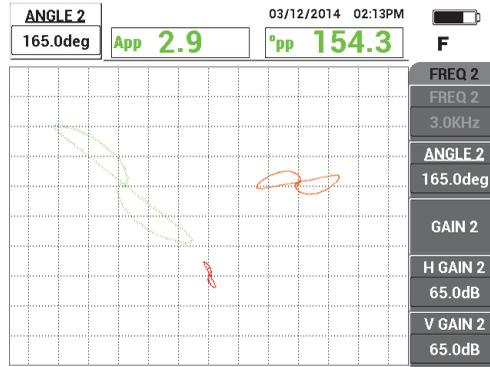

Figura 5-140 Ajuste del ángulo de la frecuencia 2
5. Pulse dos veces la tecla **ANGLE** () y, después, ajuste el ángulo de la señal de frecuencia 2 (rojo) hasta que la señal esté orientada casi verticalmente. Vea la Figura 5-140 en la página 246.